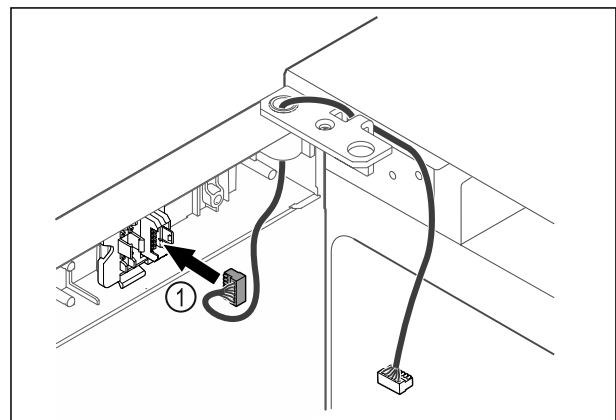

Fig. 63
- ▶ Τοποθετήστε το φινιρίσματα Fig. 63 (1) στο στήριγμα του φινιρίσματα.